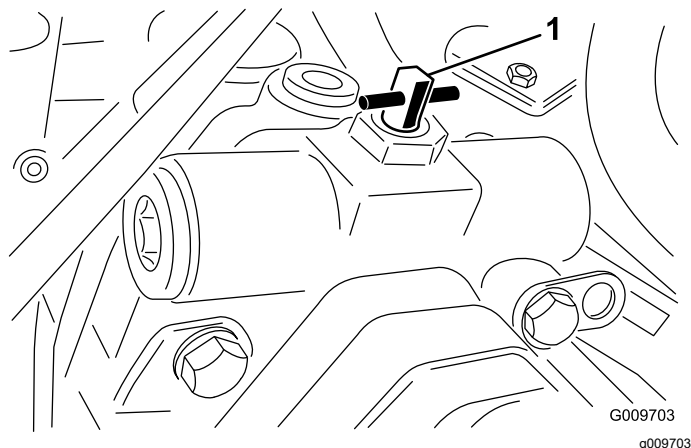

Figure 65
3. Tournez la vanne de dérivation à 90° (un quart de tour) dans un sens ou dans l'autre pour l'ouvrir et faire dériver le liquide à l'intérieur (Figure 65).
2. Tournez la vanne de dérivation à 90° (un quart de tour) dans un sens ou dans l'autre pour l'ouvrir et faire dériver le liquide à l'intérieur (Figure 65).